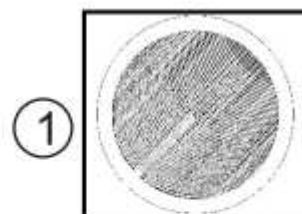

Fig. 3-10a - Tomada de carga móvel
2. Tomada de carga móvel (Fig. 3-10a)